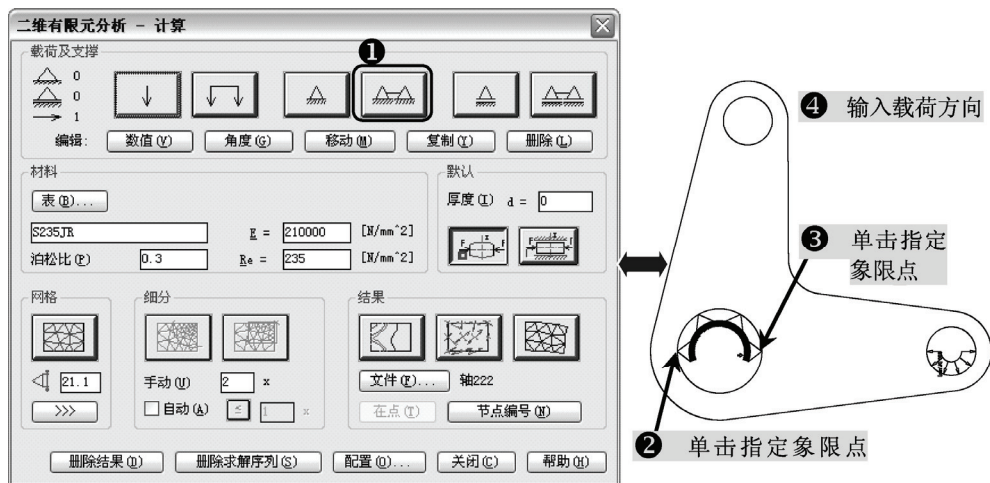

图 13-25 固定均布支撑操作
3) 单击“固定均布支撑”工具按钮,提示指定插入点,指定左下方小圆的左象限点,提示指定端点,指定左下方小圆的右象限点,提示指定端点的一侧,输入“90”(竖直向上),返回“二维有限元分析-计算”对话框,如图 13-25 所示。